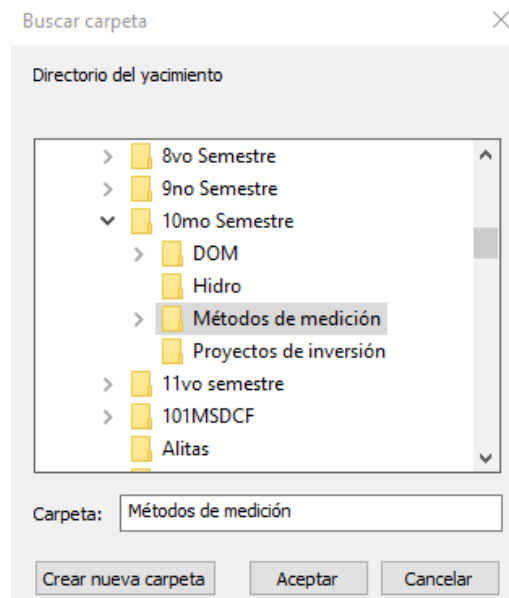

Figura 162. Carpeta del proyecto.
8. En la ventana emergente buscar y seleccionar la carpeta exclusiva para la materia creada en el paso dos y dar clic en "Aceptar". Figura 162.